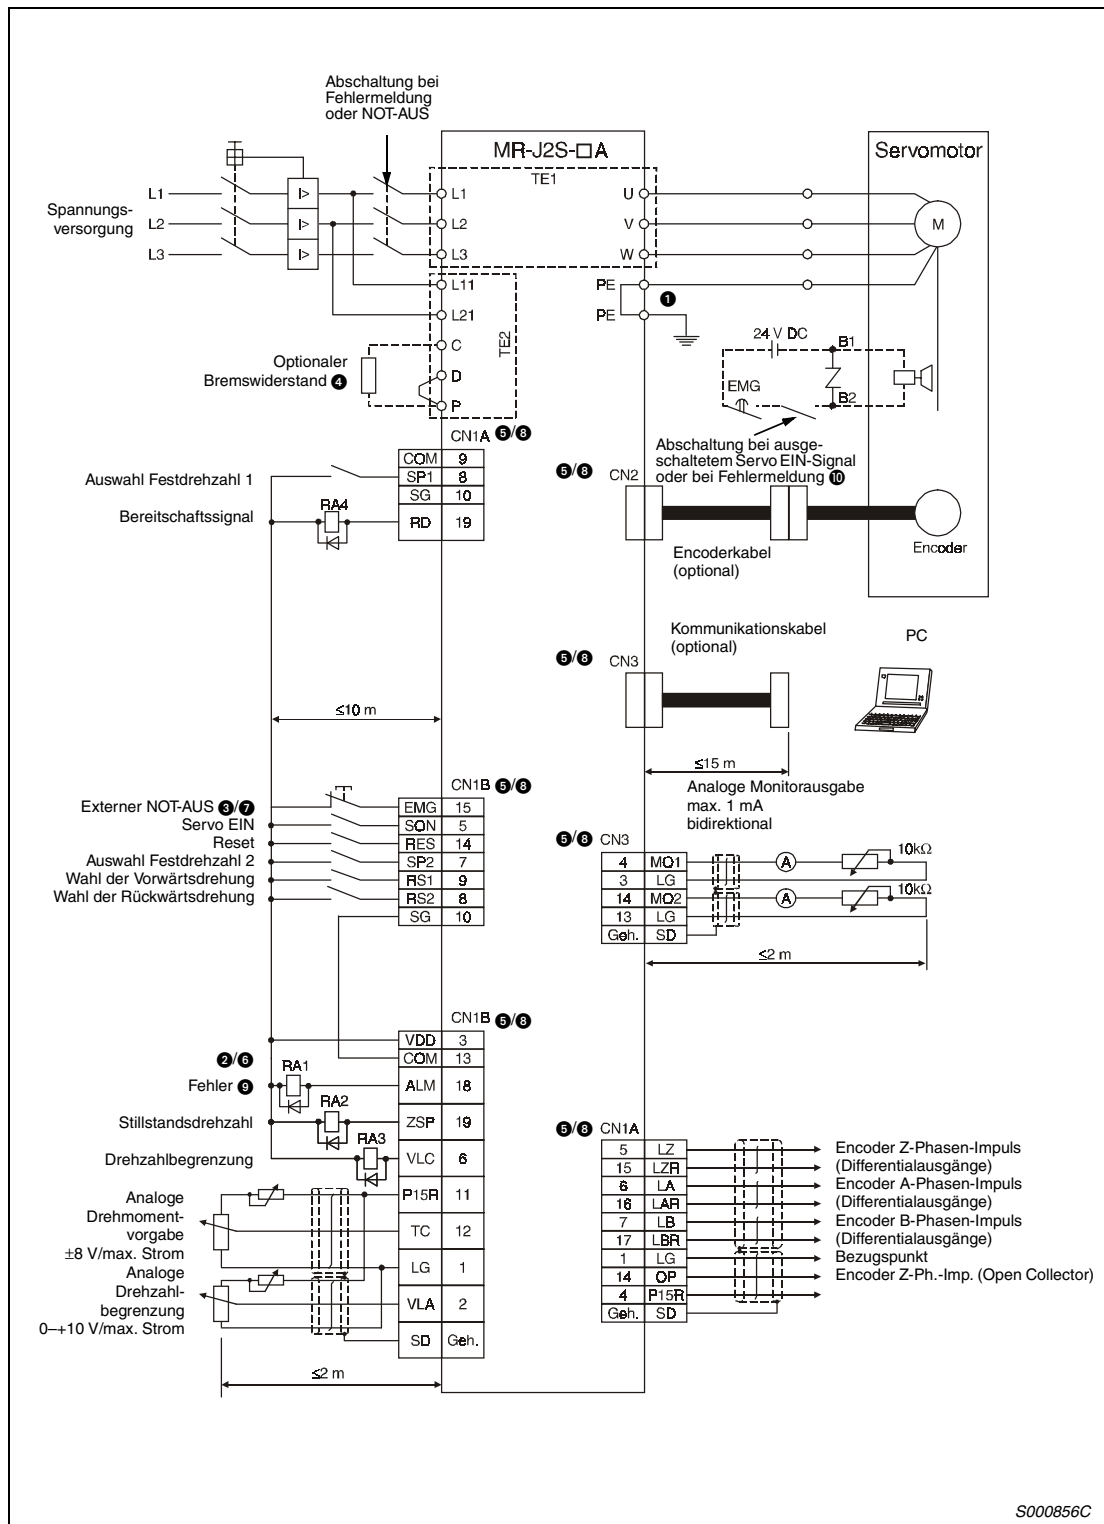
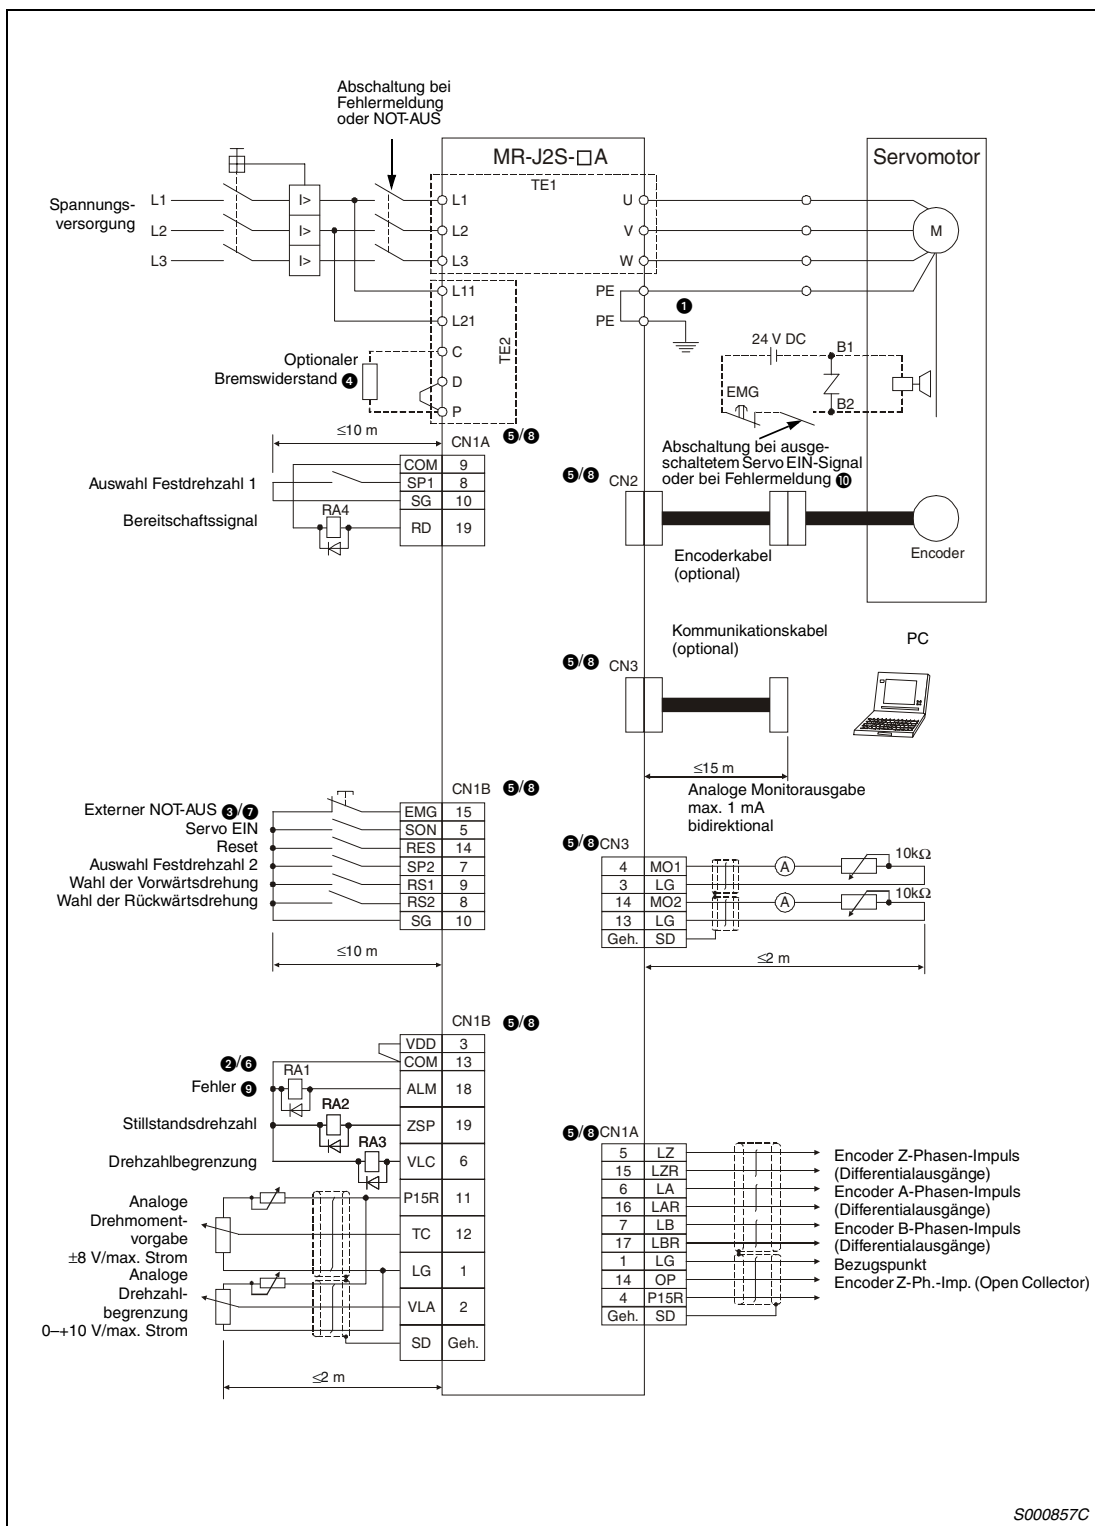

Abb. 3-39: Beispielschaltung zur Drehmomentregelung in positiver Eingangslogik/negativer Ausgangslogik
Abb. 3-40: Beispielschaltung zur Drehmomentregelung in negativer Logik
① **Achten Sie auf korrekte Erdung von Servomotor und Servoverstärker. Zur Vermeidung eines elektrischen Schlags müssen Sie die Schutzleiterklemme (PE) des Servoverstärkers, gekennzeichnet mit  $\perp$ , mit der Erdungsklemme des Schaltkastens verbinden.**
② **Achten Sie bei der Diode auf korrekten Anschluss. Ein verkehrter Anschluss der Diode führt zu fehlerhaftem Verhalten des Servoverstärkers und verhindert das Aus-senden von Signalen, die wichtige Schutzeinrichtungen wie NOT-AUS oder andere steuern.**
③ **Ein NOT-AUS-Schalter muss eingesetzt werden.**
**Hinweise zu den Abb. 3-39 und Abb. 3-40**
- ④ Die gezeigte Beschaltung der Klemmen für den optionalen Bremswiderstand gilt ausschließ-lich für die Servoverstärker MR-J2S-350A oder kleiner. Eine genaue Beschreibung zur Beschaltung der Klemmen für andere Leistungsklassen finden Sie in Tab. 3-3.
- ⑤ Die Stecker CN1A, CN1B, CN2 und CN3 haben die gleiche Form. Eine falsche Belegung der Schnittstellen kann zum Kurzschluss und zur Zerstörung der Ein-/Ausgänge führen.
- ⑥ Der Summenstrom der externen Relais darf maximal 80 mA betragen. Übersteigt der Summenstrom diesen Wert, müssen Sie zusätzlich eine externe Spannungsversorgung vorsehen.
- ⑦ Vor der Betriebsaufnahme muss das externe Notstoppsignal (EMG) eingeschaltet werden (Öffner).
- ⑧ Im Servoverstärker sind Pins mit gleichem Namen miteinander verbunden.
- ⑨ Das Fehlersignal (ALM) ist, solange kein Alarm auftritt, immer eingeschaltet (Sicherheits-schaltung). Wird das Signal bei einem Alarm ausgeschaltet, sollte die Sollwertausgabe der überlagerten Steuerung durch ein Unterprogramm gestoppt werden.
- ⑩ Gilt nur für Servomotoren mit elektromagnetischer Haltebremse.